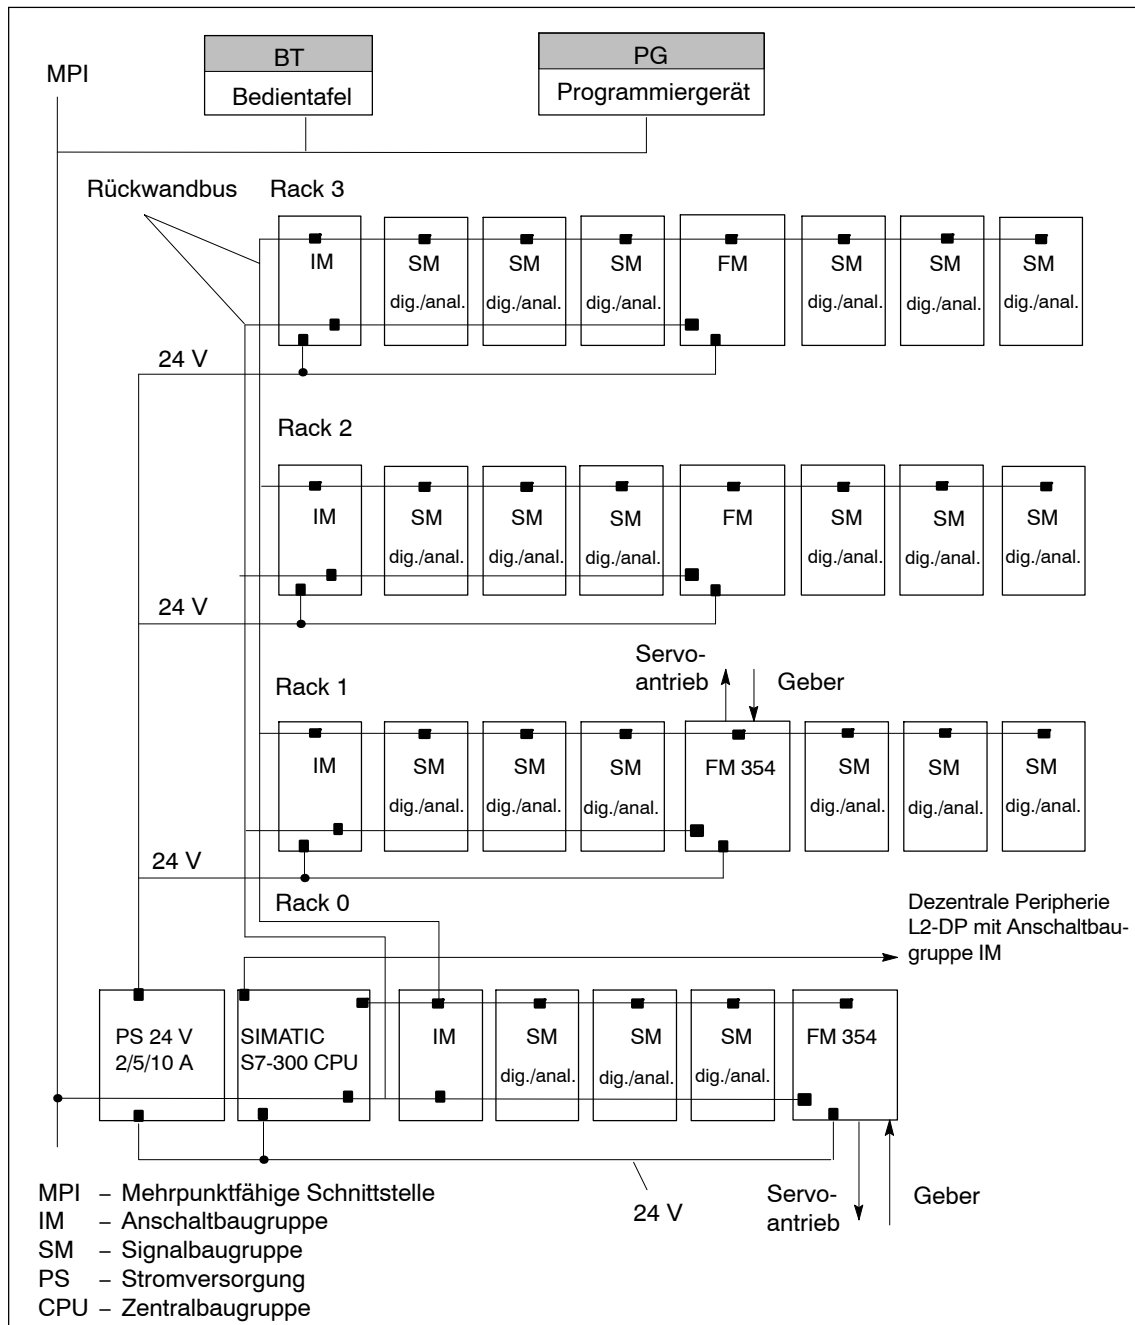

Bild 1-1 Mehrzeiliger Aufbau einer SIMATIC S7-300 mit FM 354 (Beispiel)
Eine SIMATIC S7-300 CPU kann bis zu vier Zeilen (Racks) mit maximal je acht Bus-Teilnehmern steuern (siehe Bild 1-1).
Anschaltbaugruppe (IM)	... verbindet die einzelnen Zeilen einer S7-300 miteinander (gilt für mehrzeiligen Aufbau siehe Bild 1-1).